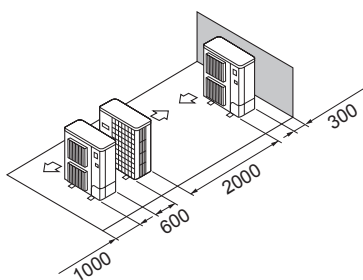

Fig. 2-16
- ⑤ Równoległa zabudowa pojedynczych jednostek zewnętrznych (Fig. 2-16)